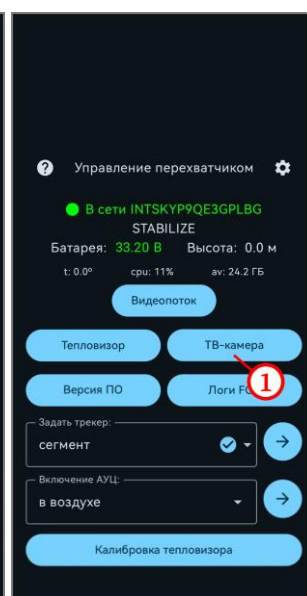

Рисунок 9
- нажать на кнопку «ТВ-камера» (рисунок 9, шаг 1);